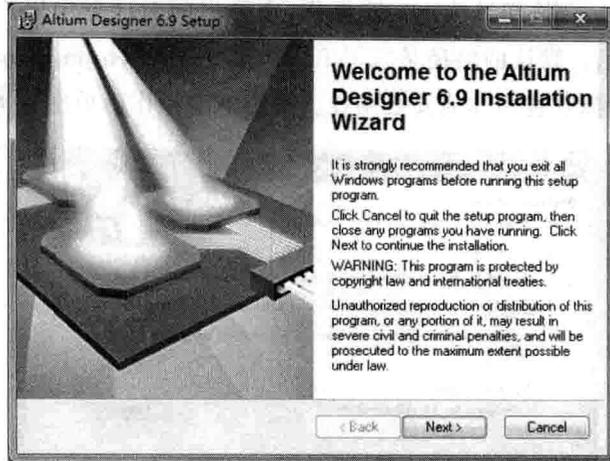

图 1-1 安装向导窗口
(1) 在 Windows 操作系统下, 将 Altium Designer 安装光盘放入光驱, 光盘自动运行后弹出安装向导窗口, 如图 1-1 所示。如果光盘未自动运行, 可以直接单击 Setup 文件夹中的“setup.exe”安装应用程序, 也会弹出如图 1-1 所示的安装向导窗口。